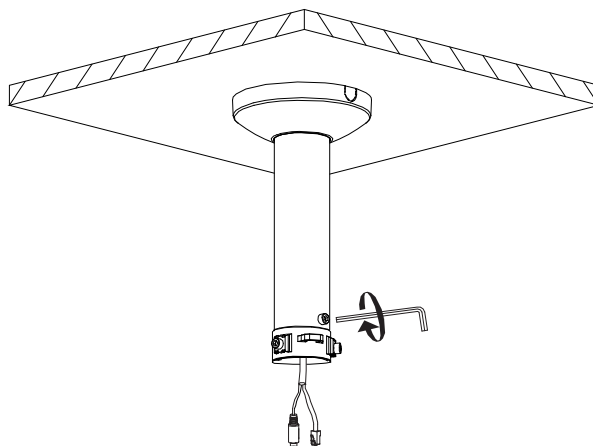

Рисунок 4.6 – Монтаж
9. С помощью ключа «Шестигранник» затяните фиксирующий винт M6×8 потолочного кронштейна BOLID BR-104 (Рисунок 4.6) для фиксации монтажного адаптера.